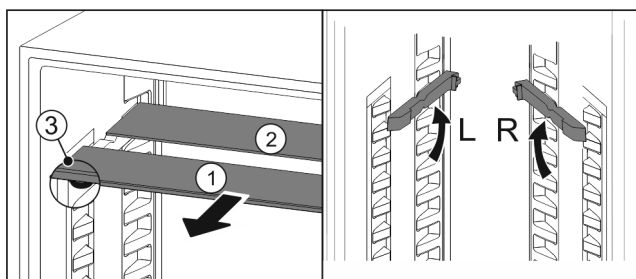

Fig. 81
- ▶ estrarre i ripiani di vetro singolarmente tirando in avanti Fig. 81 (1).
- ▷ Il piano in vetro Fig. 81 (1) con il motivo ornamentale è nella parte anteriore.
- ▷ I fermi Fig. 81 (3) sono rivolti verso il basso.